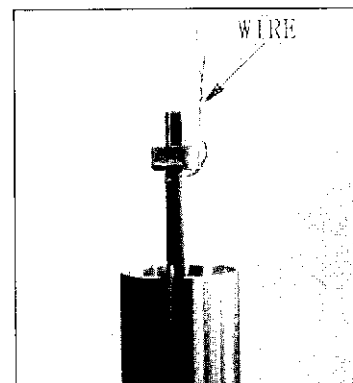

Fig. 8
- 19) Sollevare l'asta del pistone con l'ausilio del filo di ferro (Fig. 8).